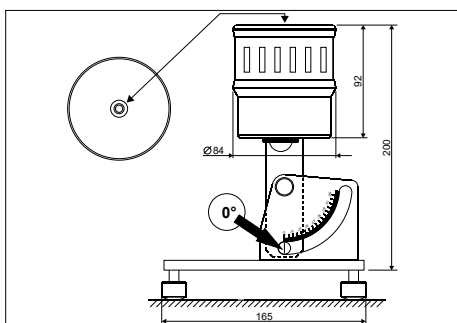

Fig.3: センサの水準
- 日照時間センサをその最終位置に位置決めする前に、センサを垂直に置き、センサの上部にある気泡水準器で、センサを設置するマストあるいはサポートの水平がとれているかどうかを確認してください(Fig.3)。